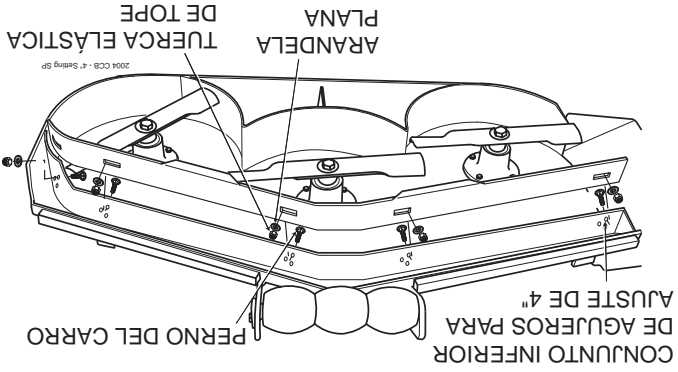

Figura 6-12 Posición del deflector de corte personalizado de 4"
- C. Posición 4" (ajuste de fábrica) - el deflector se instala usando el conjunto inferior de agujeros en el deflector frontal soldado dentro de la plataforma de corte. (Vea la Figura 6.12, página 29). La colocación del deflector en el ajuste de 4" mejorará el corte en otoño (recogida de hojas) y reducirá los "soplos" en la plataforma de corte.